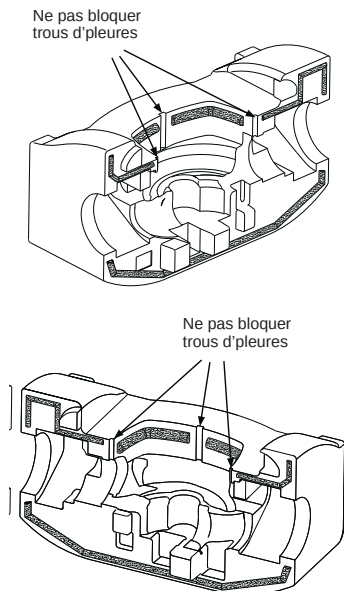

Fig. 5 Appliquez silicone scellant (zones pointillées indiquent scellant)
2. Appliquez étanche, anti-calorique scellant à base de silicone sur insulation coquille. Des précautions doivent être prises pour ne pas obstruer trous d'pleures pour moteur de la pompe lors de l'application du scellant. Le non respect de procédures appropriées de l'emplacement d'isolant pourrait endommager le moteur de la pompe et la insulation coquille. Voir fig. 5 pour les emplacements appropriés lors de l'application du scellant. Faites correspondre les deux côtés de la insulation coquille au sur le volute de la pompe comme illustré sur la fig. 6.